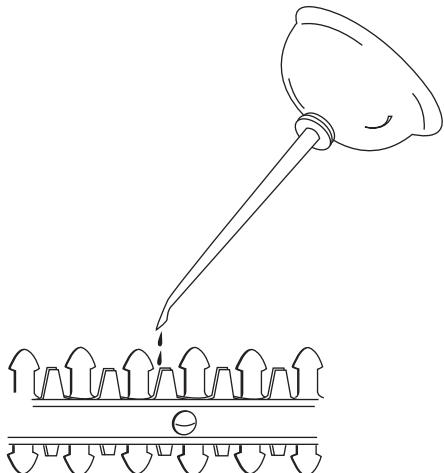

Fig. 6
1. Para que la cuchilla funcione más fácil y dure más, lubríquela antes y después de cada uso. Compruebe que el interruptor del cabezal esté apagado (OFF) antes de lubricarla. Aplíquele aceite liviano para máquinas a lo largo del borde de la correa superior (Fig. 6).